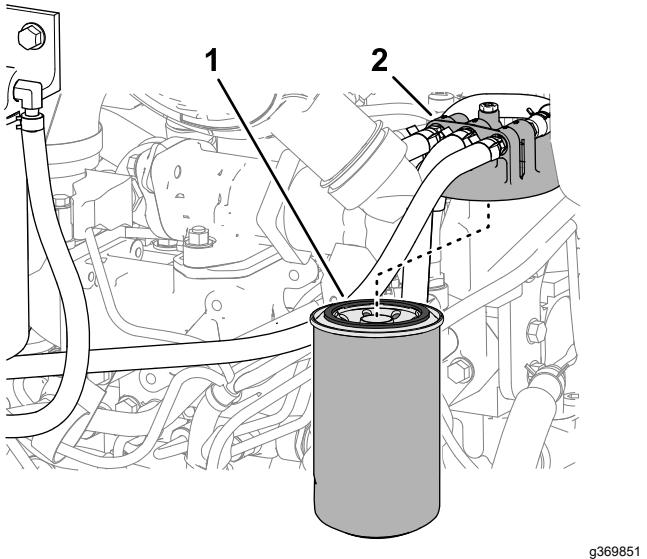

Figura 119
3. Limpie la zona alrededor del cabezal del filtro de combustible (Figura 119).
4. Retire el filtro y limpie la superficie de montaje de la cabeza del filtro (Figura 119).